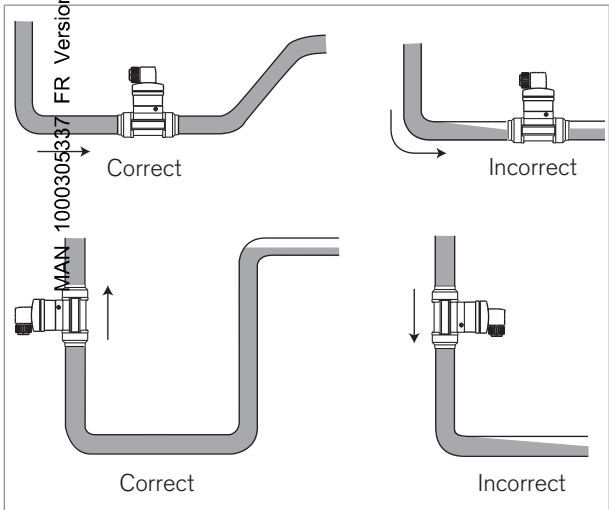

Fig. 5 : *Recommandations additionnelles d'installation*
- Remplir la conduite en liquide (voir Fig. 5).